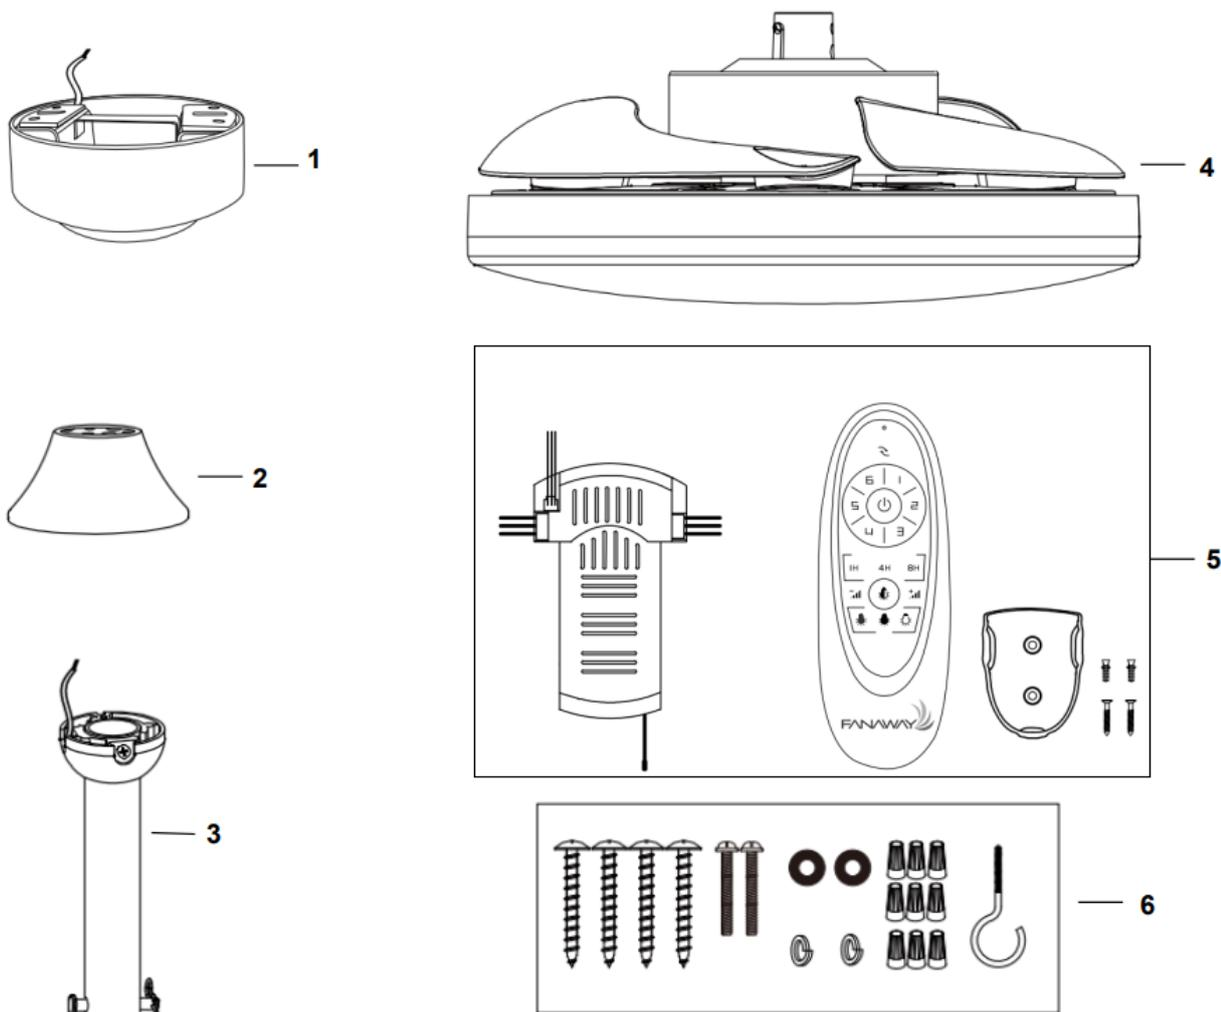

Fig. 1
- Examine e identifique las piezas. Consulte la Fig 1.